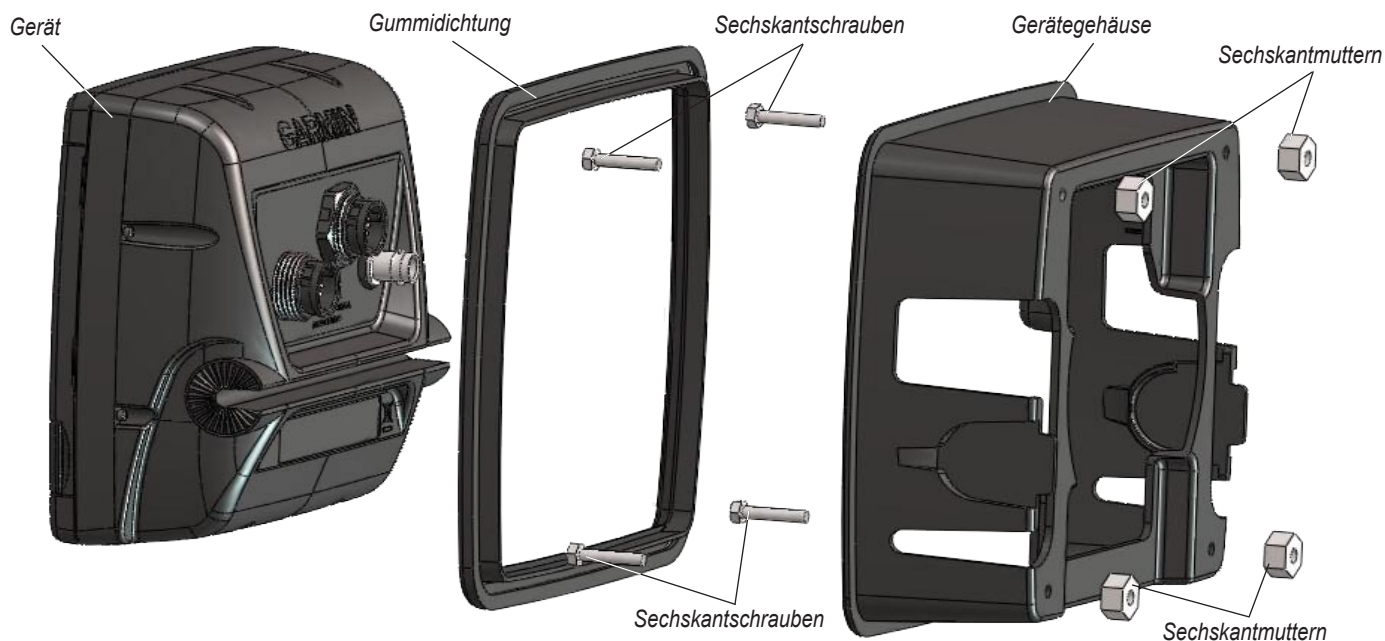

Abbildung 1
2. Setzen Sie die Befestigungsteile zusammen (siehe Abbildung 1):